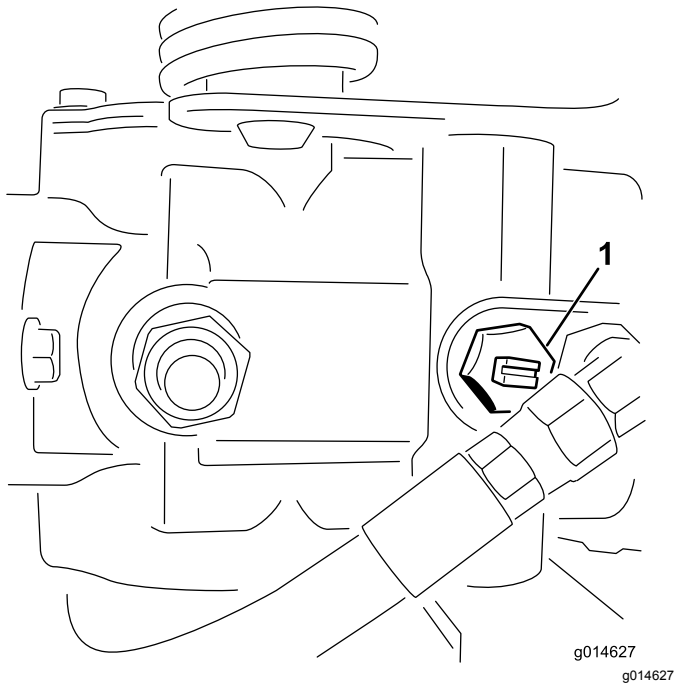

Bild 41
1. Ermitteln Sie das Sicherheitsventil an der Pumpe und drehen es so, dass der Schlitz vertikal ist (Bild 41).
2. Schließen Sie vor dem Starten des Motors das Sicherheitsventil. Drehen Sie den Schlitz des Ventils in die horizontale Stellung (Bild 41). Starten Sie den Motor nie, wenn das Ventil noch offen steht.